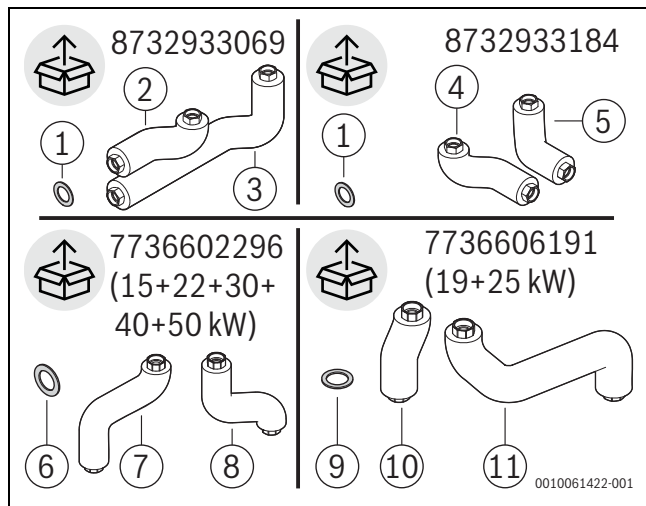

Fig. 3 Assemblages de la tuyauterie en option
- Assemblage de la tuyauterie pour le raccordement de la pompe à chaleur sur le côté (gauche, droite ou à l'arrière), selon la variante d'installation ; → fig. 3, [1 - 5]).
- Assemblage de la tuyauterie pour le raccordement des kits de circuit de chauffage (→ fig. 3, [6 - 11]).